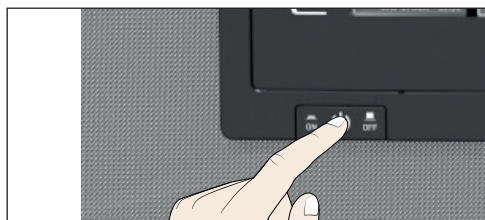

Bild 24 Enhet stängs av
5. Stäng av enhet med huvudbrytaren (Bild 24).